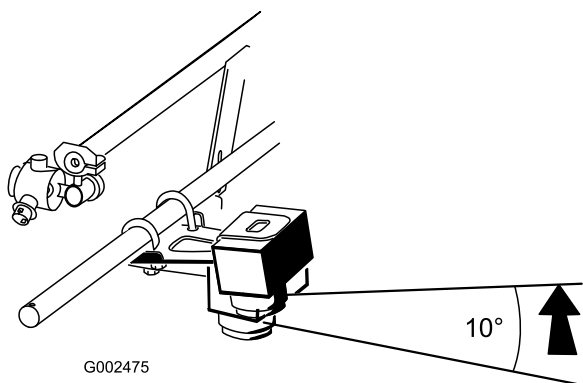

Figura 6
- Ruotate il sensore verso l'alto in modo da posizionarlo a un angolo di circa 10 gradi sopra la linea parallela al suolo, quindi serrate i dadi di bloccaggio sui bulloni a U per fissare il sensore (Figura 6).